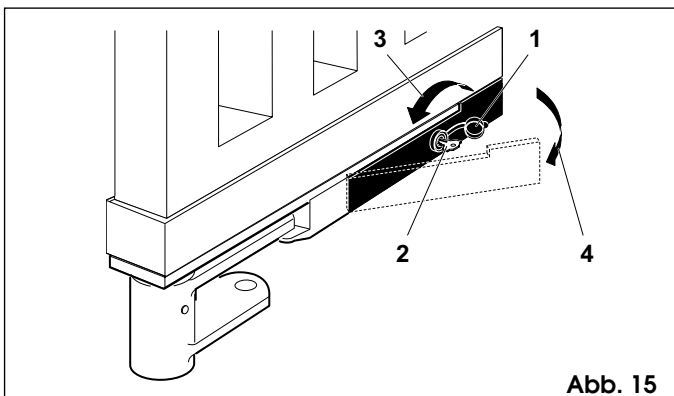

Abb. 15
- Schutzabdeckung des Elektroschlusses öffnen (Abb. 15-Pos. 1)
- Entriegelungsschlüssel in das Schloß einstecken (Abb. 15-Pos. 2)
- Schlüssel bis zum Anschlag in Pfeilrichtung drehen (Abb. 15-Pos. 3)
- Hebel hochziehen (Abb. 15-Pos. 4)